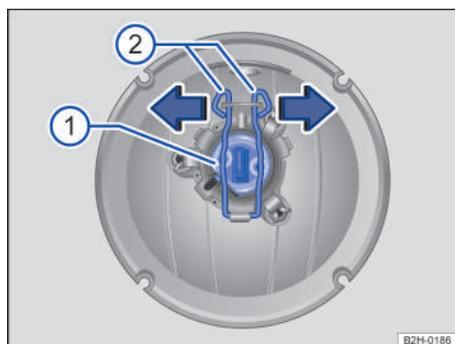

Fig. 158 Faro adicional en el techo del vehículo: cambiar la lámpara.
6. Presione los bloqueos hacia abajo y desengánchelos en el sentido de las flechas → fig. 158 ②.
7. Extraiga el portalámparas del reflector → fig. 158 ①.
10. Presione los bloqueos hacia abajo y engánchelos en el sentido contrario al de las flechas → fig. 158 ②.